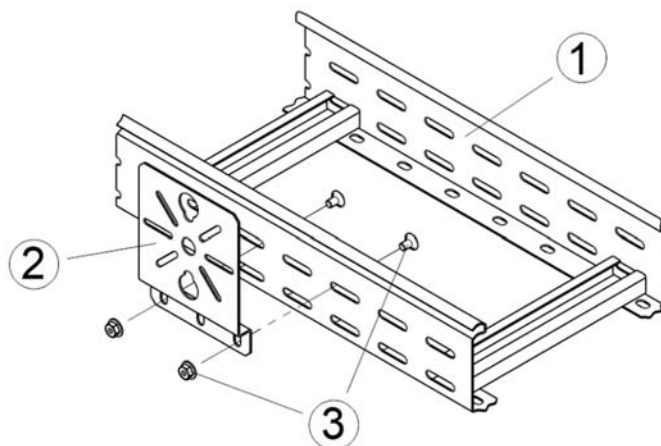

Рисунок 56
8.7.1 На лотке позиция 1 (рисунок 56) закрепить пластину монтажную вертикальную позиция 2 двумя комплектами соединительными КС M6x10 позиция 3.